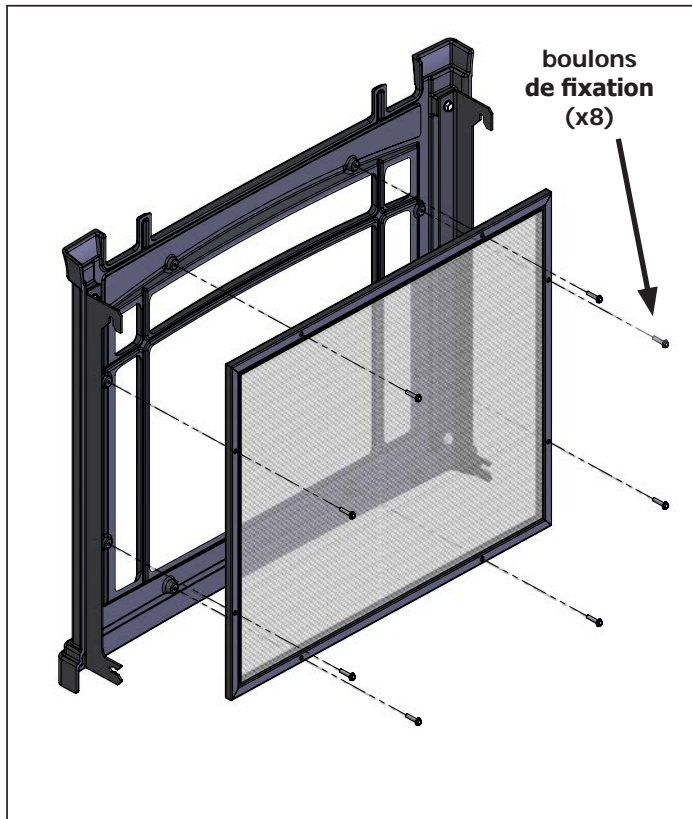

FIGURE 55: Dépose de l'écran de sécurité - Avant
**Étape 4:** Si vous remplacez l'écran latéral, passez à l'étape 5. Si vous remplacez l'écran avant, enlevez les huit (8) boulons de fixation (Figure 55) à l'aide d'une douille 1/4 "et retirez l'écran endommagé tout en notant l'orientation. Installez le nouvel écran (50-3715) en réinstallant simplement les boulons de fixation. Réinstallez la porte coulée et le dessus pour terminer.